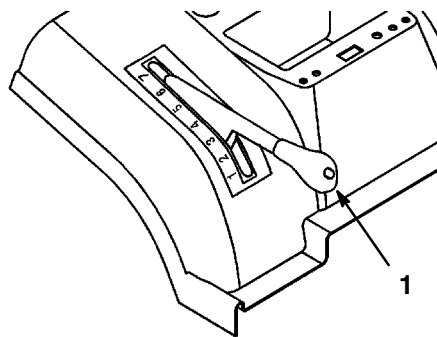

Figure 5
2. Tirer ou pousser le levier de hauteur de coupe (relevage du carter de tonte) pour le mettre dans la position souhaitée (Fig. 5).